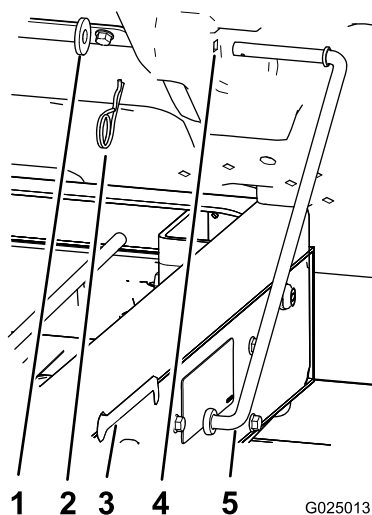

Figure 10
1. Retirez la goupille fendue et la rondelle qui fixent la béquille au bas du plateau (Figure 10).
2. Faites glisser la béquille en avant pour la déposer du support sur le cadre (Figure 10).